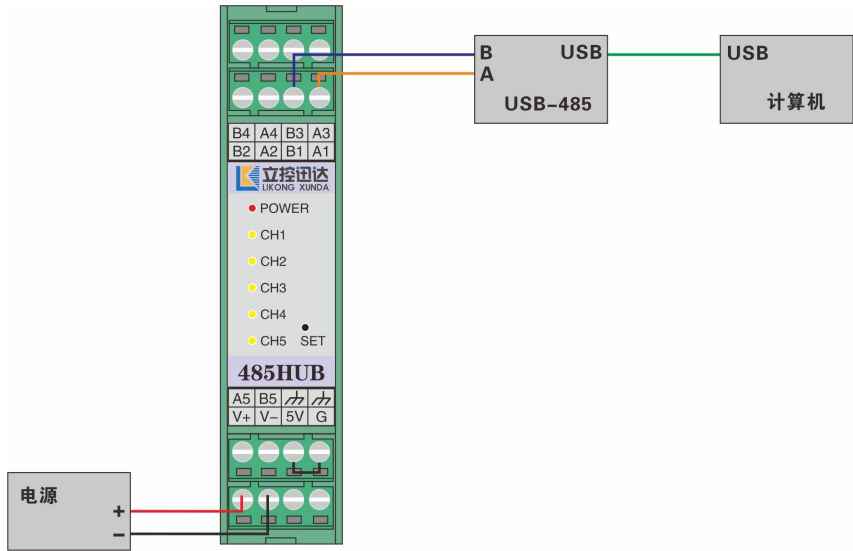

图 6.1
1、按图 6.1 的接线方法连接，在计算机上打开设置软件如图 6.2